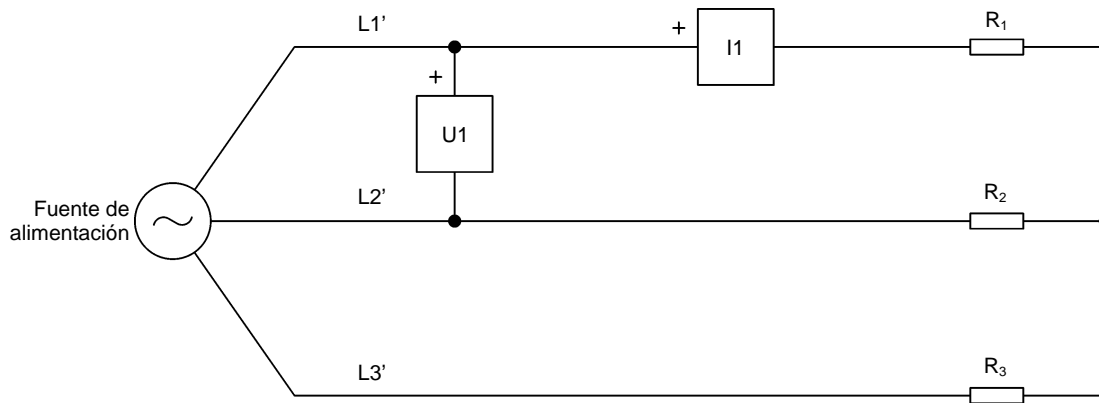

Figura 20. Conexiones en la *Interfaz de adquisición de datos y de control* para la medición de potencia en circuitos trifásicos equilibrados.
6. Conecte el equipo como se muestra en la figura 20.
Los terminales rojos de las entradas U1 e I1 de la Interfaz de adquisición de datos y de control corresponden a los terminales identificados con un signo (+) en la figura 20.
En este momento, la ventana *Aparatos de medición* está lista para la medición de parámetros en el circuito trifásico de la figura 20.